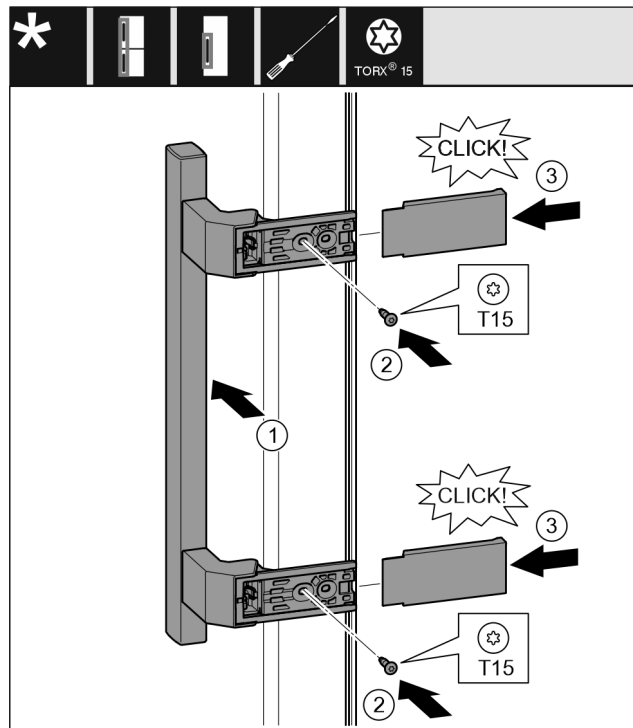

Fig. 23
- ▶ Nasadte madlo na protilehlé straně. Fig. 23 (1)
- ▶ Šroubovákem T15 pevně utáhněte šrouby. Fig. 23 (2)
- ▶ Z boku nasadte a nasuňte kryty. Fig. 23 (3)